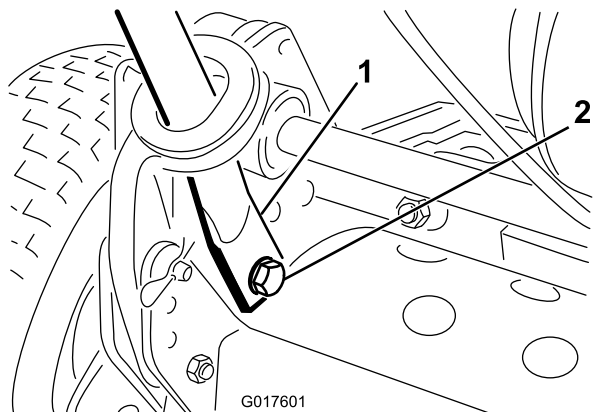

図 3
4. ハンドルの端を内側にたわめながら、取り付けピンに通す 図 3。
5. 付属のボルトとワッシャとロックワッシャを使って、ハンドルの端部を取り付けピンに固定する 図 3。
6. 先ほど外したボルトとロックワッシャを使って、ハンドルアームの下部を機体の左右に固定する 図 3。ハンドルアームの取り付け穴にブッシュを入れるのを忘れないこと。
7. 先ほど取り外したヘアピンコッターとリングピンを使ってハンドルアームをフレームに固定する 図 3。